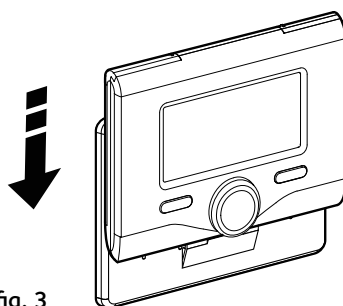

fig. 3
- zet de systeeminterface op de basis, door hem zacht naar beneden te duwen (fig.3).